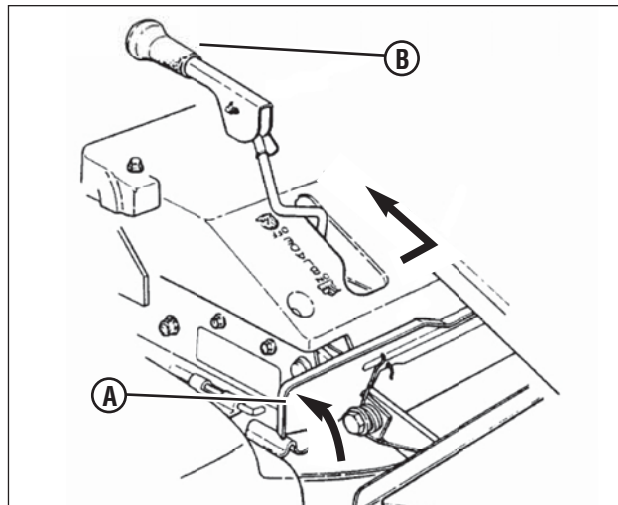

Figura 15: Parando a lâmina do cortador
1. Pare a lâmina do cortador de grama soltando os pedais da lâmina (A, Figura 15) ou movendo a alavanca da lâmina (B) para trás até a posição “DESLIGADA”.